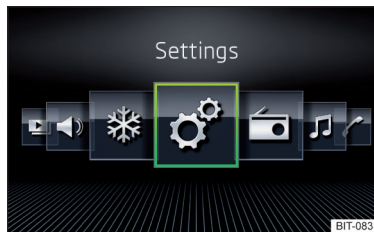

Abb. 178
- ▶ Die Option **Raster-Anzeige** » Abb. 177 oder **Horizont. Anzeige** » Abb. 178 wählen.